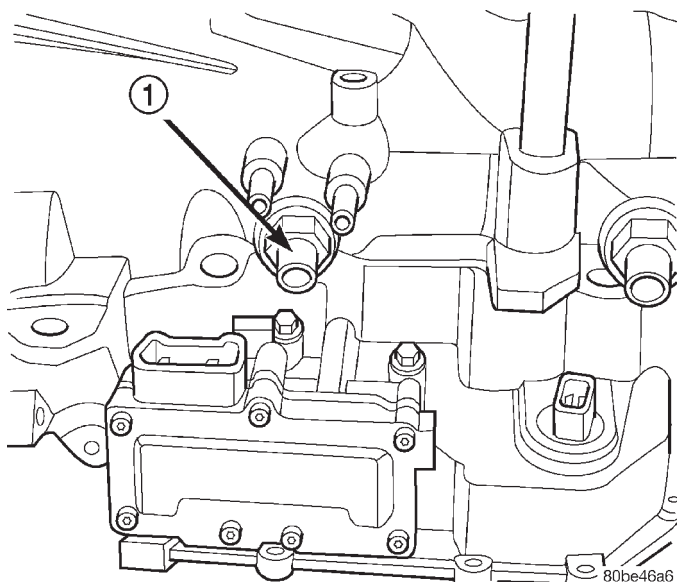

Fig. 286 Sensor de velocidad de impulsión
- (1) Desconecte el cable negativo de la batería.
- (2) Retire el conjunto del depurador de aire y cuerpo de la mariposa.
- (3) Desconecte el conector del conjunto de solenoides y conmutadores de presión.
- (4) Desconecte el conector del sensor de velocidad de impulsión.
- (5) Retire el sensor de velocidad de impulsión (Fig. 286).
(3) Instale el sensor de velocidad de impulsión y apriételo con una torsión de 27 N·m (20 lbs. pie) (Fig. 286).
(4) Conecte el conector del sensor de velocidad de impulsión.
(5) Instale el conector de 8 vías del conmutador de presión y solenoide y apriételo con una torsión de 4 N·m (35 lbs. pulg.).
(6) Instale el conjunto de depurador de aire y cuerpo de la mariposa.
(7) Conecte el cable negativo de la batería.
(8) Si se reemplazó el conjunto de solenoides y conmutadores de presión, realice el procedimiento de aprendizaje rápido del TCM. (Consulte el grupo 8 - ELECTRICO/MODULOS DE CONTROL ELECTRONICO/MODULO DE CONTROL DE LA TRANSMISION - PROCEDIMIENTO CONVENCIONAL).